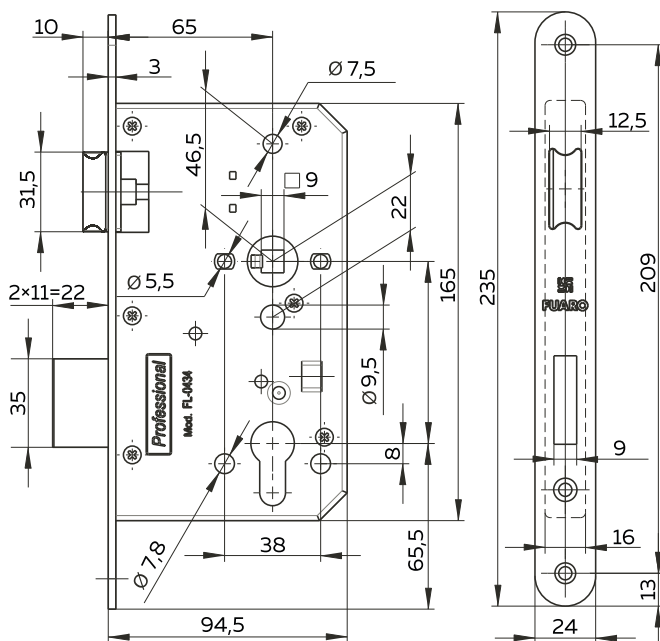

Рис. 1
- Врезка корпуса замка производится в соответствии с его конструктивными размерами (рис. 1). Разметьте и сделайте выборку под корпус и лицевую планку в торце двери.